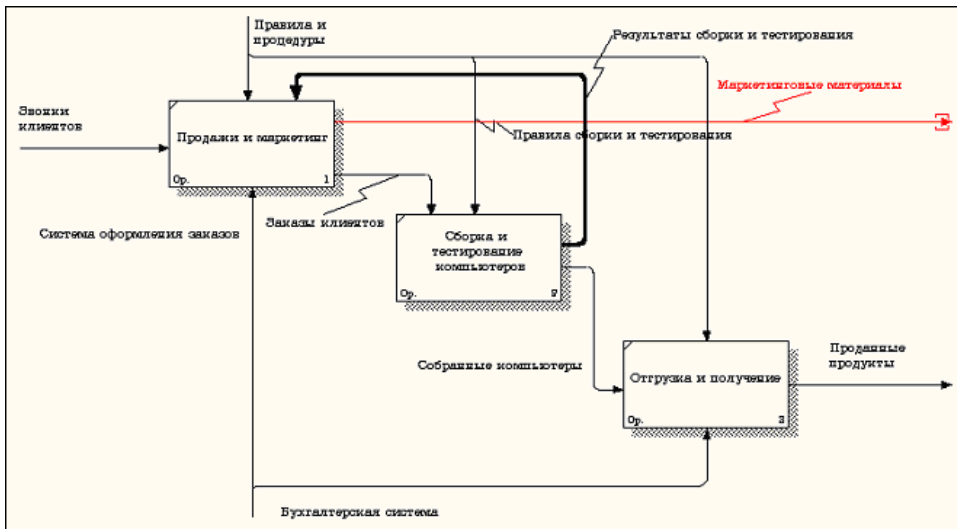

Рисунок 2.11 – Стрелка **Маркетинговые материалы**
- 9 Создайте новую граничную стрелку выхода "**Маркетинговые материалы**", выходящую из работы "**Продажи и маркетинг**". Эта стрелка автоматически не попадает на диаграмму верхнего уровня и имеет квадратные скобки на кончике (рисунок 2.11).